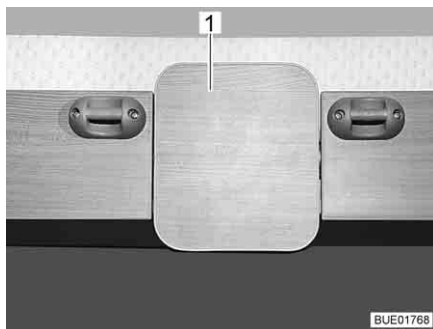

Fig. 81 Placca di sbloccaggio
- Estrarre la placca di sbloccaggio (Fig. 81,1 o Fig. 82,1) tirandola verso il basso o premere il bottone di sbloccaggio (Fig. 83). Il bloccaggio viene sbloccato.